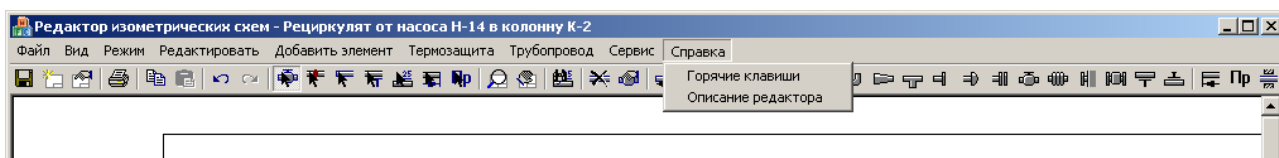

Рис. 3.2.3.18. Содержание меню «Справка»
11. *Выделить на схеме* – функция группового выделения на изометрической схеме элементов трубопровода, врезок, сварных и фланцевых соединений с заданными параметрами (см. рис. 3.2.3.17).
Рис. 3.2.3.17. Выделение на схеме труб с наружным диаметром 57 мм и толщиной стенки 4 мм (списки в диалоговом окне формируются на основе данных по элементам схемы)
Меню «Справка» содержит два подпункта (рис. 3.2.3.18).